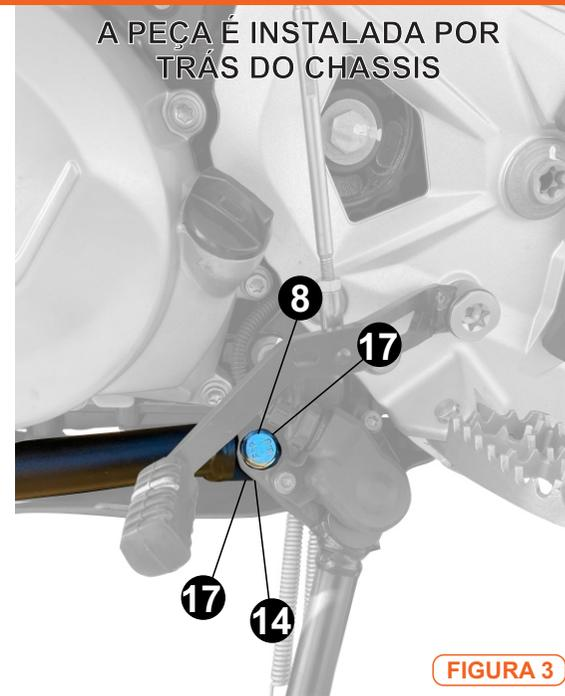

FIGURA 3
- Para a fixação inferior segue-se a figura 3.